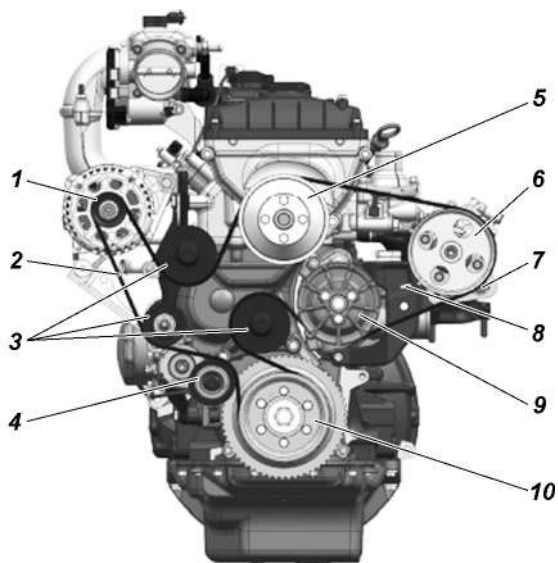

Рис. 9.7. Ремень привода агрегатов:
**На автомобилях, оснащенных генератором ф. «Egae», без кондиционера,** привод агрегатов осуществляется одним ремнем. Его натяжение регулируется автоматически (рис. 9.7). В процессе эксплуатации необходимо контролировать состояние ремня. При обнаружении его большого растяжения возможна регулировка положения насоса ГУР болтом 8 с целью обеспечения продолжения эксплуатации вытянутого ремня. Фиксация насоса ГУР болтами 7.